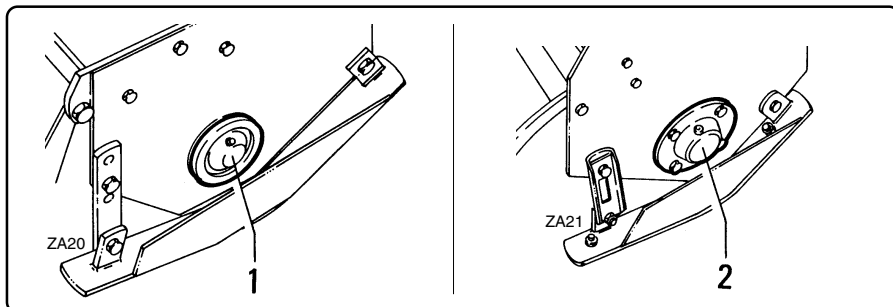

fig. 7.4.1
- Grease the right support "1" fig. 7.4.1 of the rotor or make sure that there is oil in the right support "2" fig. 7.4.1 (in versions with support in an oil bath).
- Ingrassare il supporto destro "1" fig. 7.4.1 del rotore oppure verificare la presenza di olio nel supporto destro "2" fig. 7.4.1 (nelle versioni con supporto a bagno d'olio).